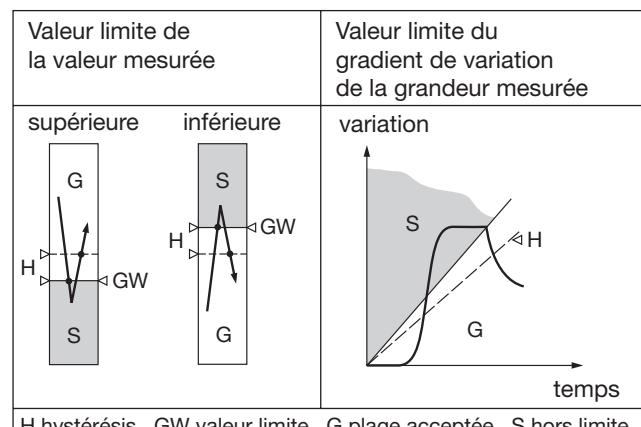

Fig. 3. Fonctions de commutation suivant type du détecteur de seuil.
– pour surveiller une valeur haute ou basse de la grandeur mesurée située entre -10 et +110%2 (voir Fig. 3, à gauche)
$$\text{Gradient} = \frac{\Delta \text{grandeur mesurée}}{\Delta t} \\ \text{entre } \pm 1 \text{ et } \pm 50\%/\text{s}^2 \text{ (voir Fig. 3, droite)}$$